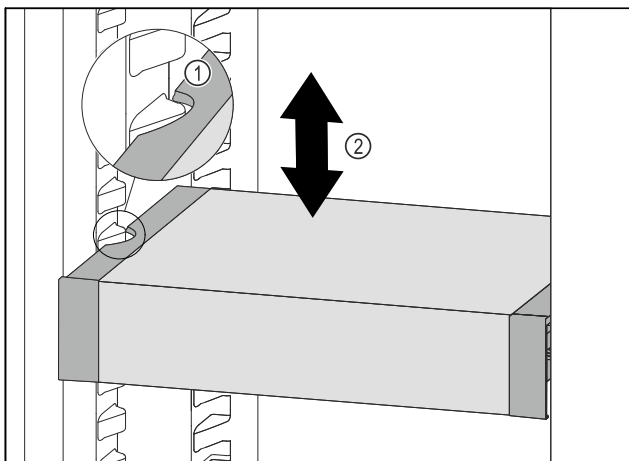

Fig. 165
- Tirare VarioSafe in avanti fino a quando le cavità laterali di VarioSafe non si trovano al livello della nervatura del contenitore nel vano frigorifero. Fig. 165 (1)
- Spostare VarioSafe verso l'alto o verso il basso nel vano frigorifero fino a raggiungere l'altezza desiderata. Fig. 165 (2)